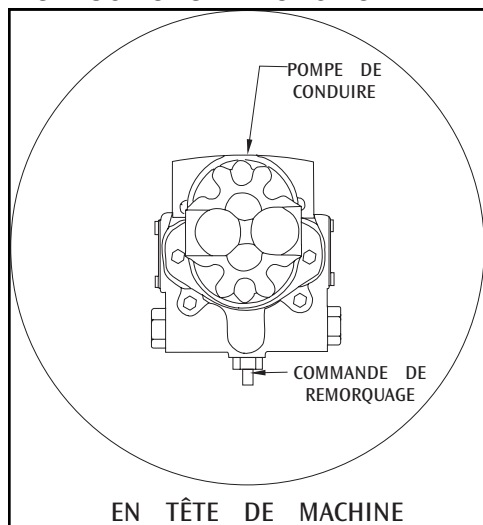

FIGURE 12
1. Localiser l'arbre de commande de remorquage comme indiqué dans la Figure 12. La commande de remorquage est située sous le dessous de pompe.